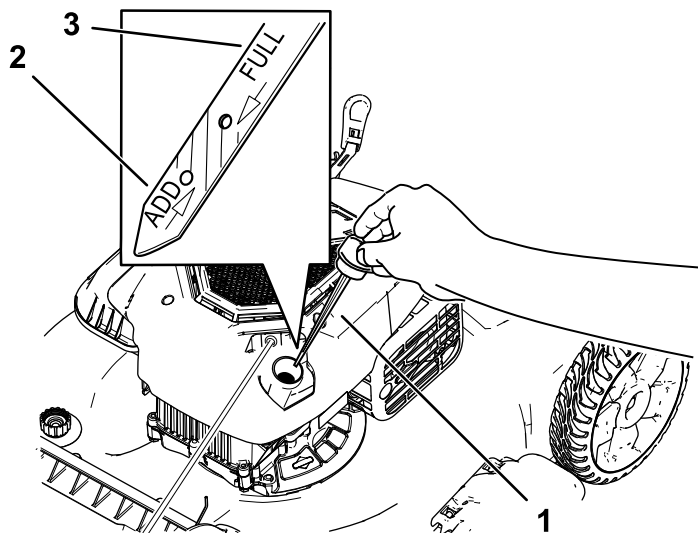

Figura 22
3. Retire la varilla girando el tapón en el sentido contrario a las agujas del reloj y tirando del mismo (Figura 22).
10. Observe en la varilla el nivel de aceite (Figura 22).